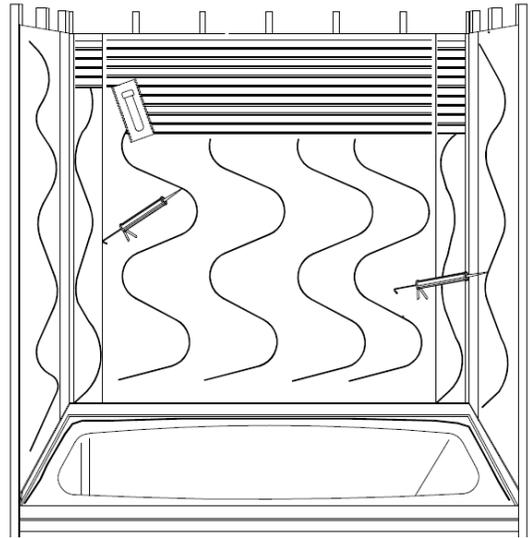

FIGURE 2
5. Placez le panneau de fond sur le rebord de la base de douche (par-dessus le(s) insertion(s) de coin) afin de valider les dimensions. Retirez le panneau et appliquez l'adhésif tel qu'indiqué pour le(s) insertion(s) de coin ci haut (Fig. 2 + 3) mais en utilisant une truelle à cannelures de 3/8".
5. *Place the back panel on the rim of the shower base (above the corner insert(s)) to validate the dimensions. Remove the panel and apply the adhesive in the same manner as written above for the corner insert(s) (Fig. 2 + 3), but using a 3/8" v-notch trowel.*